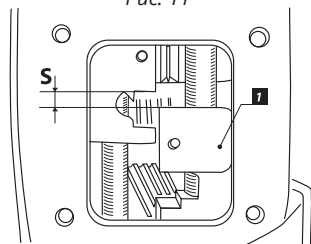

Рис. 12
- 3.** Проверьте величину **S** (**Рис. 12**). Она должна составлять минимум 4 мм (если меньше, то доработайте торец вилки **[1]**).